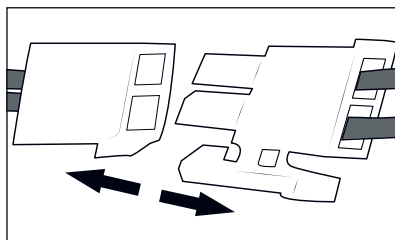

Rys. 16
- 1) Odkręć obie śruby osłony kieszeni akumulatora 25 (patrz rys. 16) na spodzie urządzenia za pomocą wkrętka krzyżowego i wyjmij je z urządzenia. Zdejmij osłonę kieszeni akumulatora 25 z urządzenia.